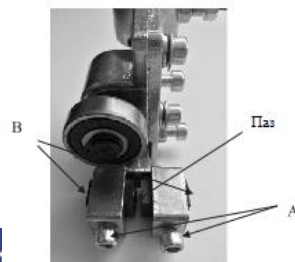

Рисунок 9
1. Ослабьте два винта (Рис.9А) и переместите две вставки (рис.9В), чтобы установить необходимое
2. Затяните винт (Рис. 9А).